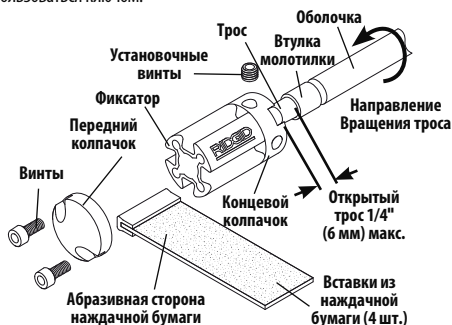

Рис. 1. Насадка с наждачной бумагой RIDGID® FlexShaft
Насадки с наждачной бумагой RIDGID® FlexShaft предназначены для использования с машинами RIDGID FlexShaft для финишной очистки стенок труб (например, перед прокладкой труб) или финишной очистки после восстановительных работ / боковой очистки после прокладки труб (рис. 1).
1. Выкрутите два винта, которые удерживают передний колпачок, и снимите его (см. рис. 1.)